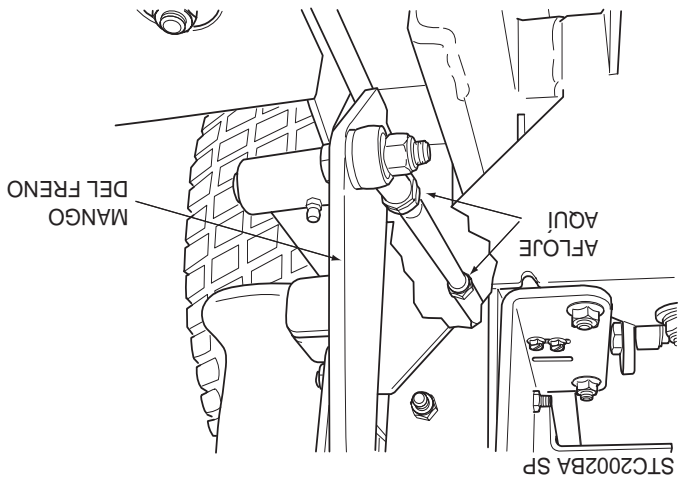
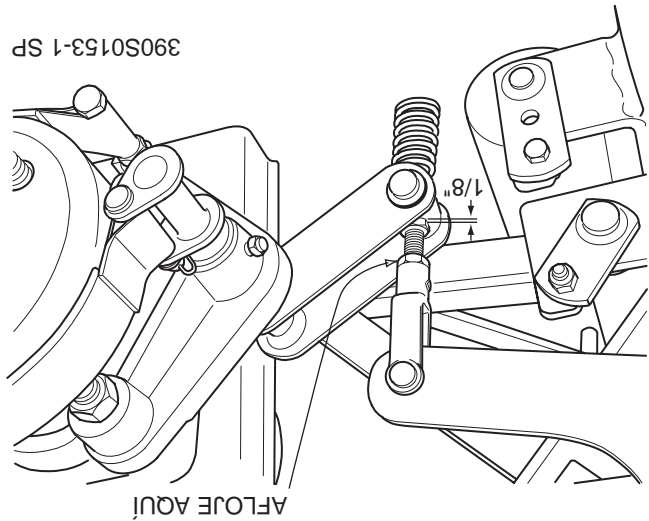

Figura 6-1. Ajuste de freno
Figura 6-2. Ajuste de la varilla de freno
2. Con el freno en la posición accionada, verifique la distancia entre la tuerca inferior de la varilla del accionador de freno y la palanca del accionador de freno en el lado izquierdo de la máquina. La distancia debe ser 1/8" (Vea la Figura 6-2).
3. Si la distancia no coincide con la medida especificada, afloje la contratuercas en la horquilla con ojales situada sobre la varilla del accionador del freno (Ver la Figura 6-2).
4. Gire el perno en el fondo de la palanca del accionador de freno hasta que se alcance la medida de 1/8" y apriete la contratuercas en la horquilla con ojales en la varilla del accionador de freno. (Vea la Figura 6-2). Si la medida de 1/8" no puede alcanzarse ajustando la varilla del accionador de freno, ajuste la varilla de control del freno. Realice el ajuste aflojando la contratuercas en ambos extremos de la varilla de control del freno y girando la varilla hasta alcanzar la distancia apropiada. (Vea la Figura 6-1).